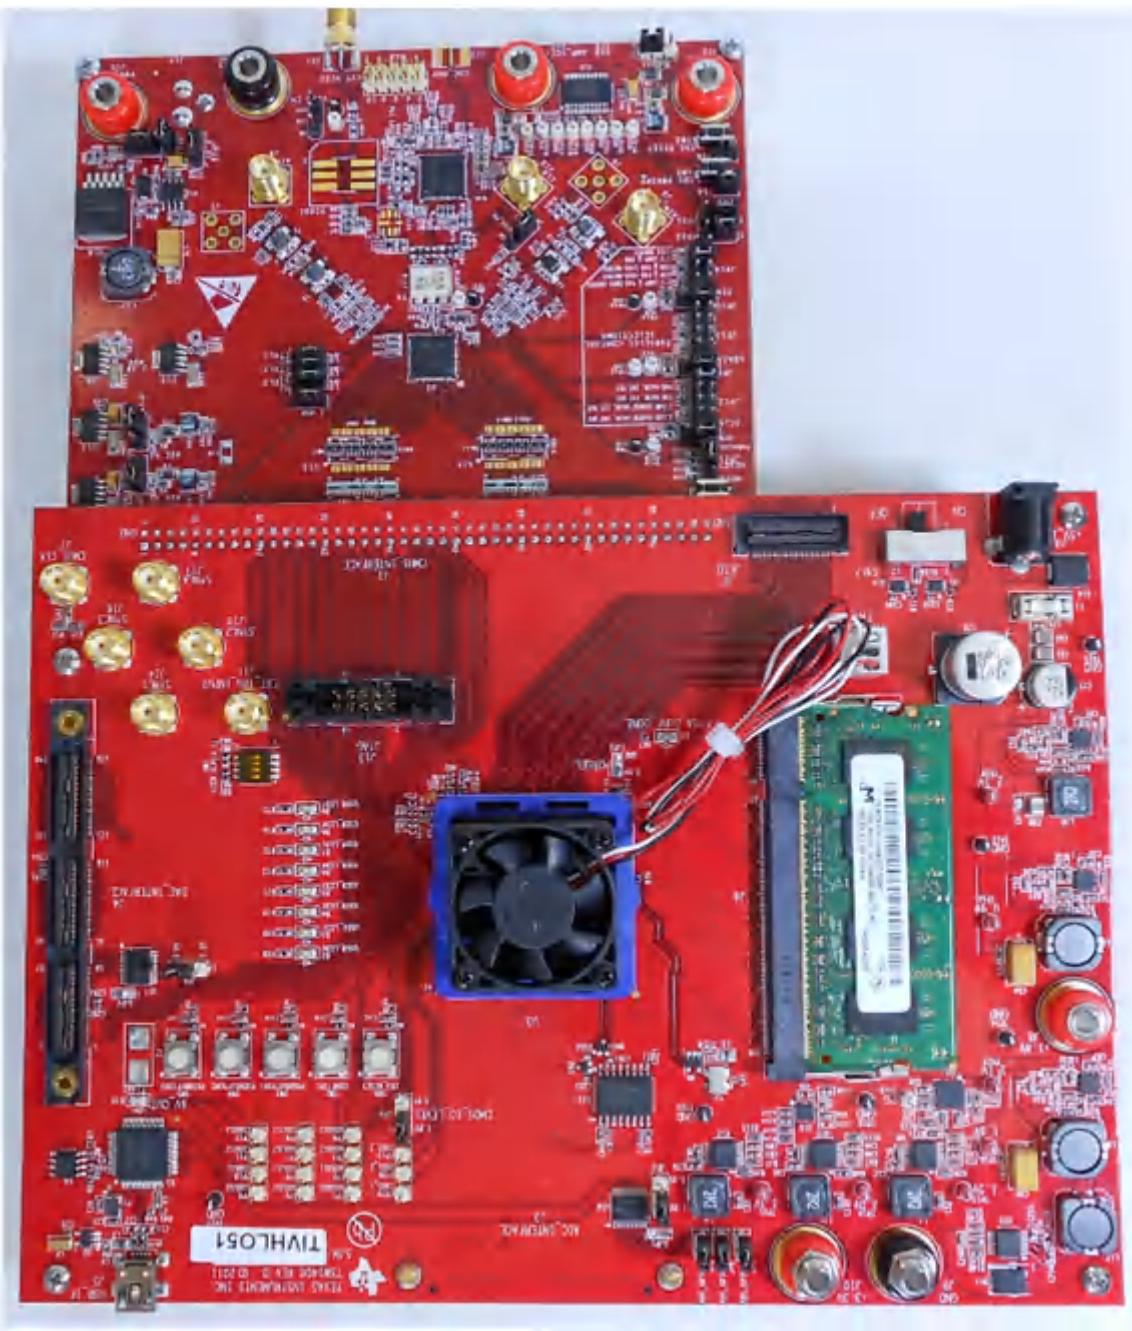

图 4-4. TSW1400EVM 连接到 ADS62P49EVM 的 CMOS 连接器
- 图 4-4 展示了连接到 ADS62P49 EVM CMOS 连接器的 TSW1400 EVM 。